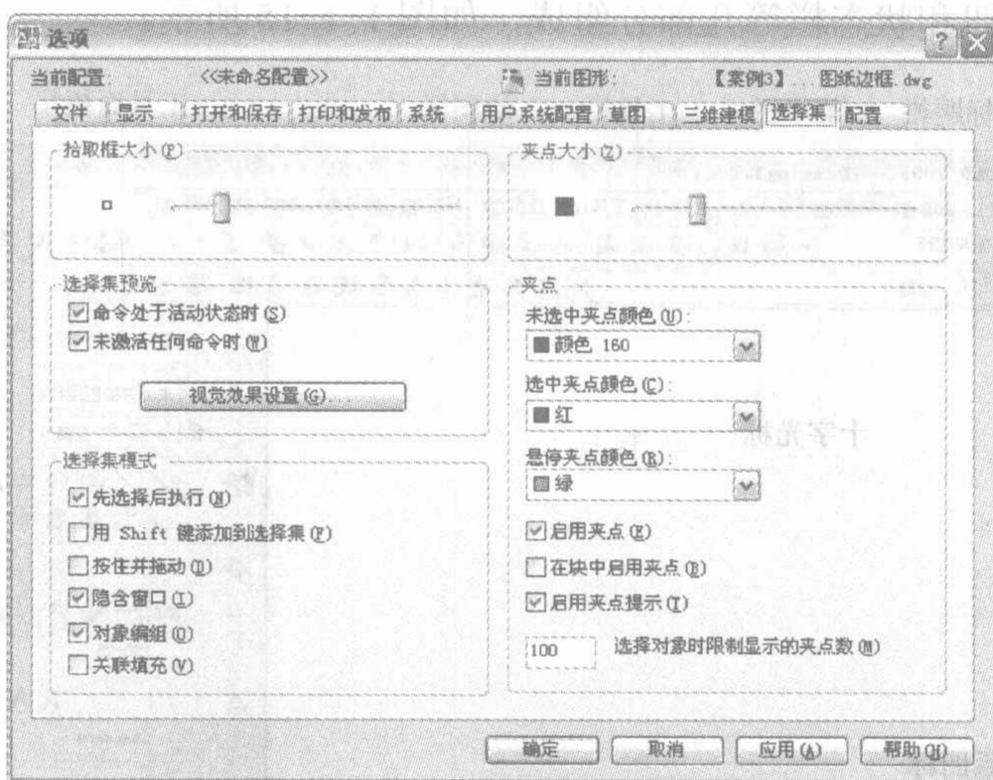

图 1-1-13 “选项”（选择集）对话框
(2) 在“自动捕捉设置”区域单击选中“标记”、“磁吸”和“显示自动捕捉工具栏提示”复选框，再设置自动捕捉的颜色为“橙色”。单击“应用”按钮，完成捕捉标记的设置。此外，“自动捕捉设置”区域中各复选框的意义如下：
(3) 在“选项”对话框中单击“选择集”标签，显示出“选择集”选项卡的设置内容。在该选项卡中可以对选择对象时（后）的选择模式、夹点大小和颜色、拾取点大小等进行设置，如图 1-1-13 所示。